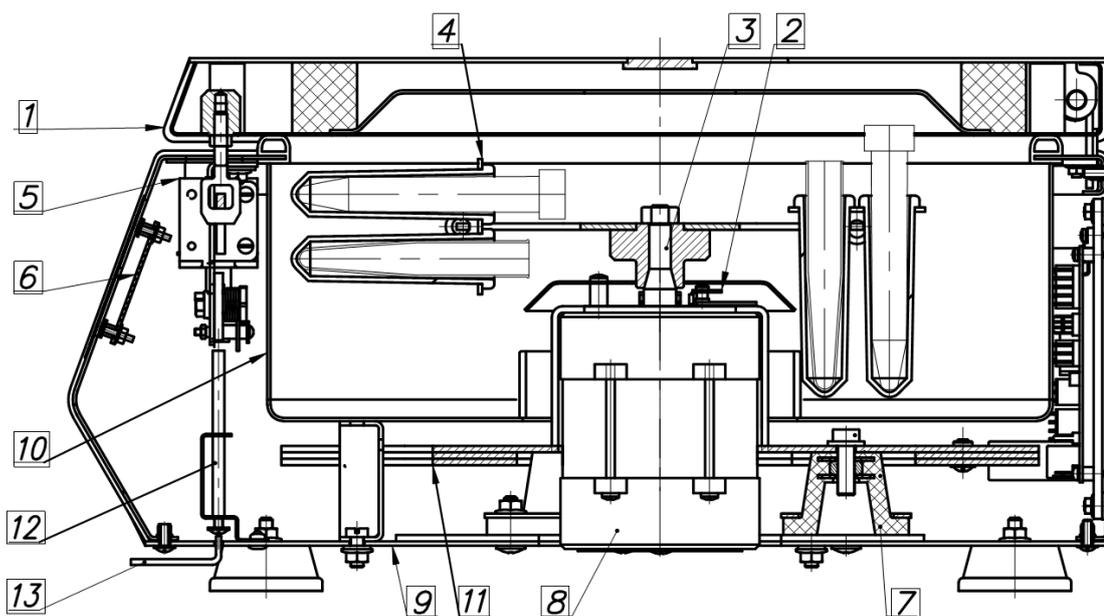
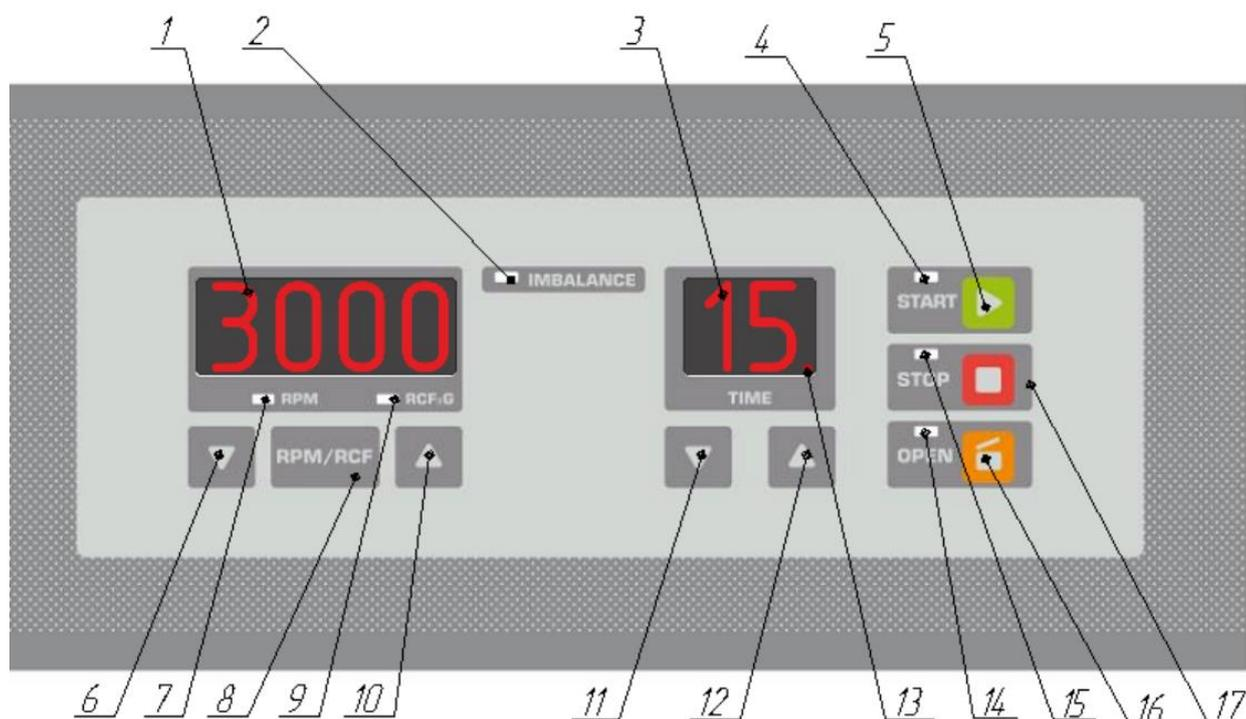

Рис.4 Устройство центрифуг Liston C 2201, Liston C 2202, Liston C 2203 (изображение устройства условное, без учета различий центрифуг)
Рис.5 Панель управления центрифугами Liston C 2201, Liston C 2202, Liston C 2203
(Рис.4 поз.13), на толкатель (Рис.4 поз.12 – для центрифуг Liston C 2201, Liston C 2202), либо через 2 отверстия, расположенных с боков
- Включите центрифугу переключив сетевой выключатель, расположенный сзади справа в положение ON (I). при этом загорятся цифровые индикаторы поз.1 и поз.3 и индикатор режима «STOP» поз. 15. (Рис. 5)
- Для открытия крышки нажмите кнопку «OPEN» (поз. 16, рис.5). Загорится соответствующий индикатор (поз. 14 рис.5). **При экстренной необходимости или при отсутствии напряжения в сети – откройте центрифугу согласно порядку действий описанному в п.3.1 настоящего**
- Для установки скорости вращения выберите единицы измерения скорости (селектор RPM/RCF – поз. 8 рис.5). Выбранный режим отобразится на соответствующем индикаторе поз. 7 (Рис.5) – RPM (обороты в минуту) или поз. 9 – RCF (единицы относительного центробежного ускорения).
Установите требуемую скорость вращения используя кнопку Поз.6 (рис.5) и кнопку Поз.10 (рис.5) для уменьшения и увеличения значения соответственно. Если зажать кнопки регулировки скорости более чем на 3 сек. изменения ускорятся.
- Для установки времени центрифугирования используйте кнопку Поз.11 (рис.5) и кнопку Поз.12 (рис.5) для уменьшения и увеличения значения соответственно. Если зажать кнопки регулировки скорости более чем на 3 сек. изменения ускорятся.
- Чтобы закрыть крышку центрифуги нажмите на нее над «язычком(ами)» электрозамка с небольшим усилием до «щелчка». Когда центрифуга закроется соответствующий индикатор OPEN (поз.14 рис. 5) потухнет.
- Для запуска вращения нажмите кнопку «START» (поз.5 рис.4). В момент старта потухнет индикатор «STOP» (поз. 15 рис.5) и загорится индикатор «START» (поз. 4 рис.5). Ротор начнет плавный разгон до установленной скорости. Текущая скорость вращения будет отображаться на индикаторе
скорости (поз.1 рис.5), а оставшееся время вращения на индикаторе времени поз.3 (рис.5). Обратите внимание, что кратковременные скачки скорости (+/- 200 об/мин) после набора центрифугой заданной скорости – это нормальная ситуация, связанная особенностями поддержания установленной скорости вращения.
- Когда установленное время центрифугирования истечет, ротор начнет плавное торможение до полной остановки. Во время торможения индикатор «STOP» (поз.15 рис.5) будет мигать. После полной остановки ротора прозвучит трехкратный звуковой сигнал, крышка автоматически откроется, индикатор «STOP» (поз.15 рис.5) загорится в постоянном режиме, а индикаторы скорости и времени отобразят предыдущий установленный режим центрифугирования.
- Центрифуги Liston C 2201, Liston C 2202 and Liston C 2203 могут работать в режиме прямого (а не обратного) отсчета времени. Для работы в данном режиме установите время центрифугирования на 0 и нажмите кнопку «START» (поз. 4 рис.5). Процесс центрифугирования будет продолжаться до 100 мин. или до нажатия кнопки «STOP» (поз.15 рис.5). При работе в режиме прямого отсчета времени будет гореть индикатор в виде точки (поз. 13 рис.5)
- В случае срабатывания аварийной остановки центрифуги при превышении вибраций ротора допустимых пределов (дисбаланс ротора) загорится индикатор «IMBALANCE» (поз.2 рис.5), индикатор «STOP» (поз.15 рис.5) начнет мигать и прозвучит трехкратный звуковой сигнал, после этого индикатор «STOP» (поз.15 рис.5) начнет гореть в постоянном режиме и центрифуга экстренно остановится. После аварийной остановки центрифуги – крышка НЕ откроется автоматически. Для открытия крышки нажмите кнопку «OPEN» (поз.16 рис.5). Прежде чем запускать центрифугу снова, убедитесь, что ротор установлен загружен согласно п.3.3 настоящего руководства.